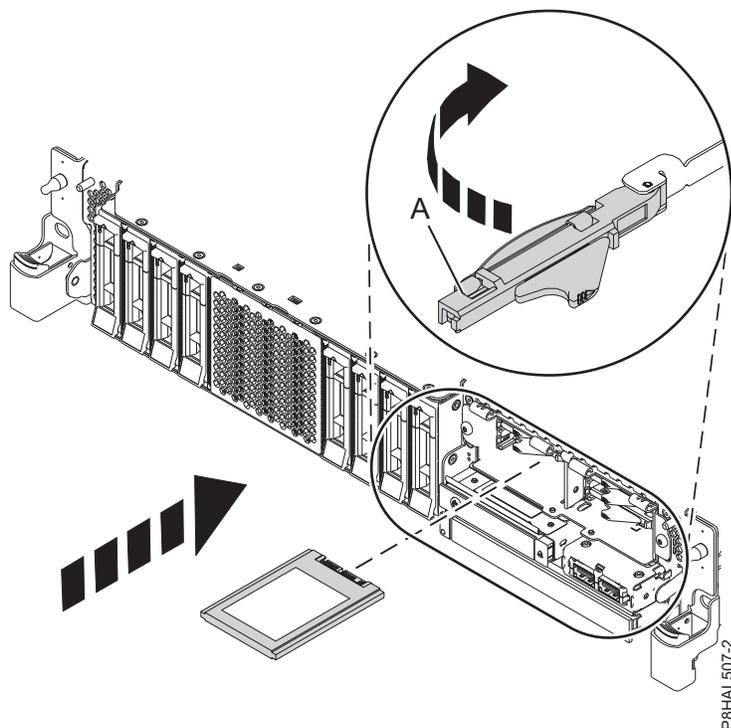

Figura 80. Substituir uma unidade SSD num sistema de função expandida
15. Com a pega do compartimento de unidade de SSD (**A**) na posição desbloqueada, puxe a alavanca para fora para ter acesso às calhas na ranhura de SSD. Apoie a parte inferior da SSD à medida que a alinha com as calhas na ranhura de SSD. Consulte Figura 80 na página 87.
20. Bloqueie a unidade ao rodar a pega do compartimento (**A**) na direcção demonstrada em Figura 80 na página 87.